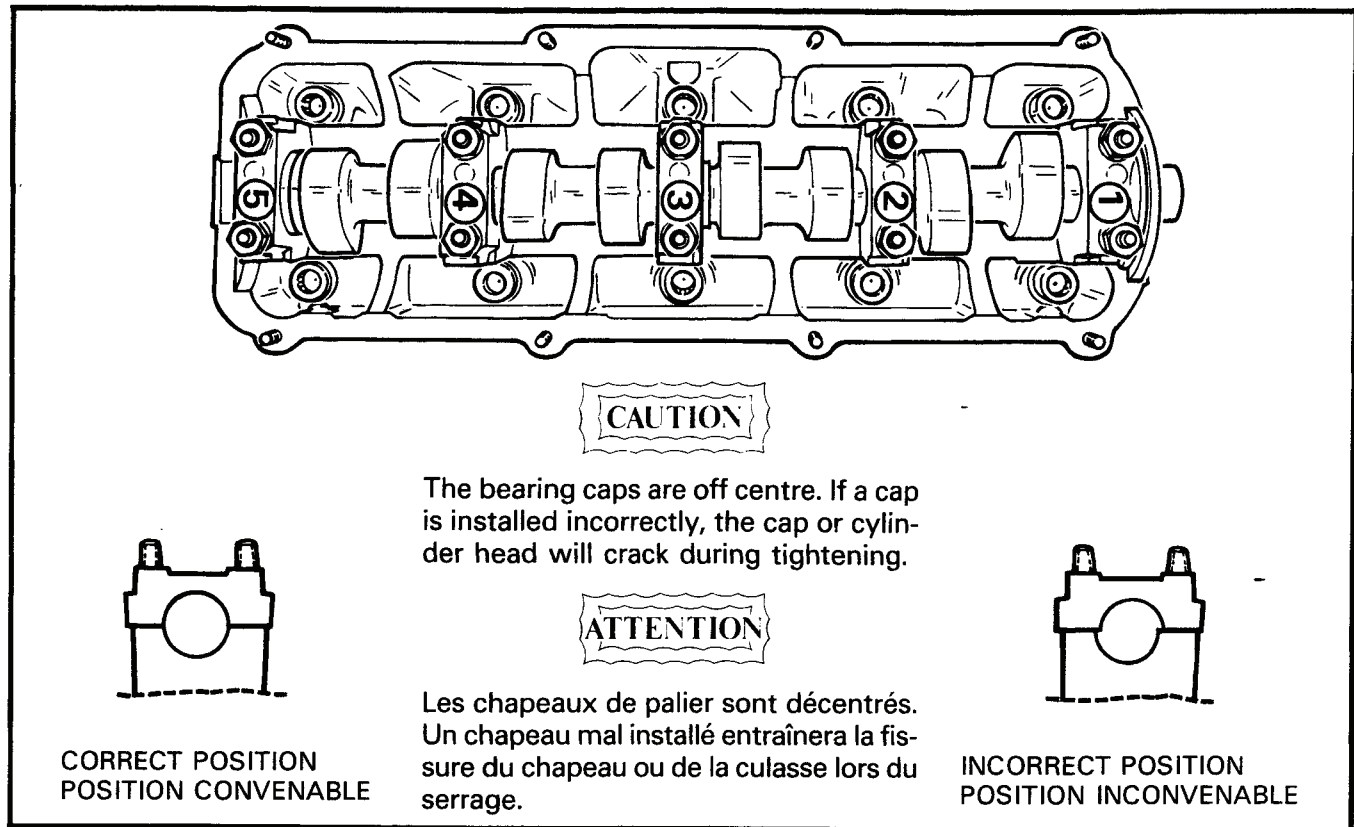
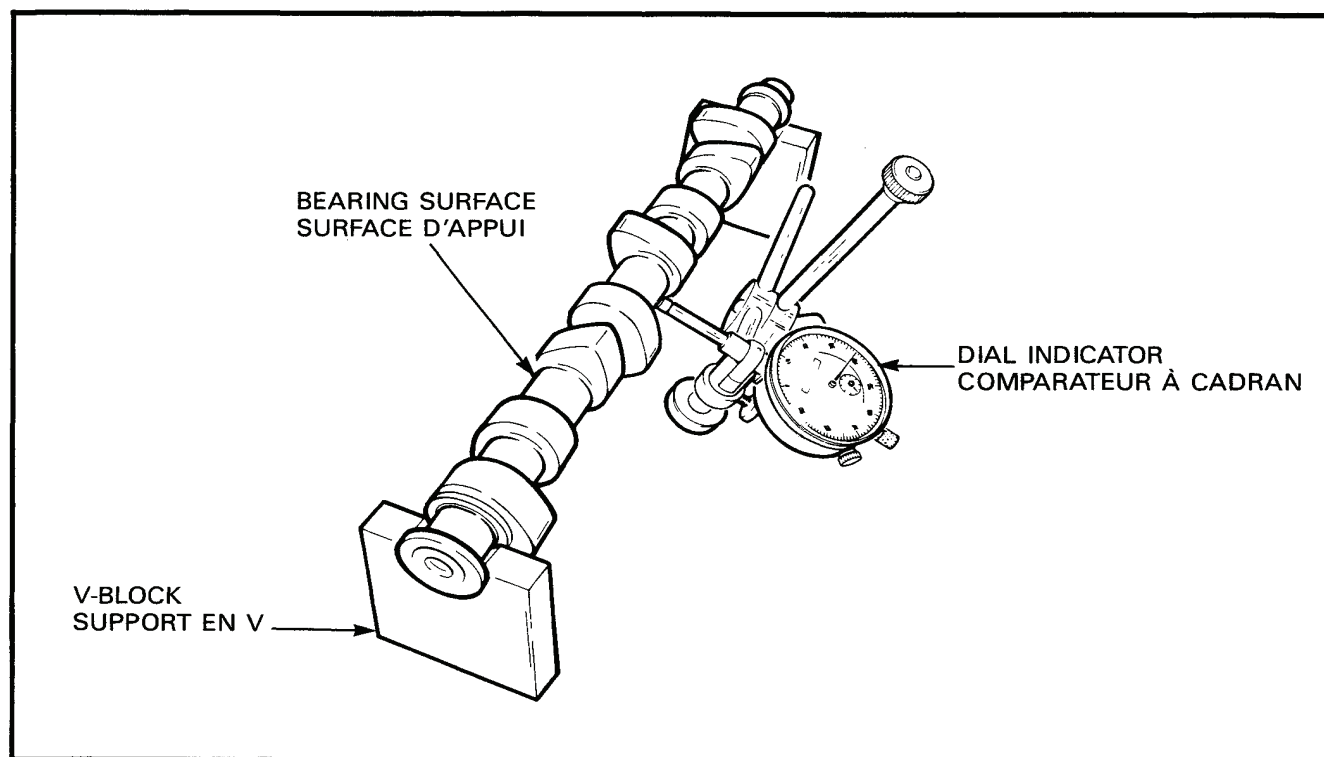
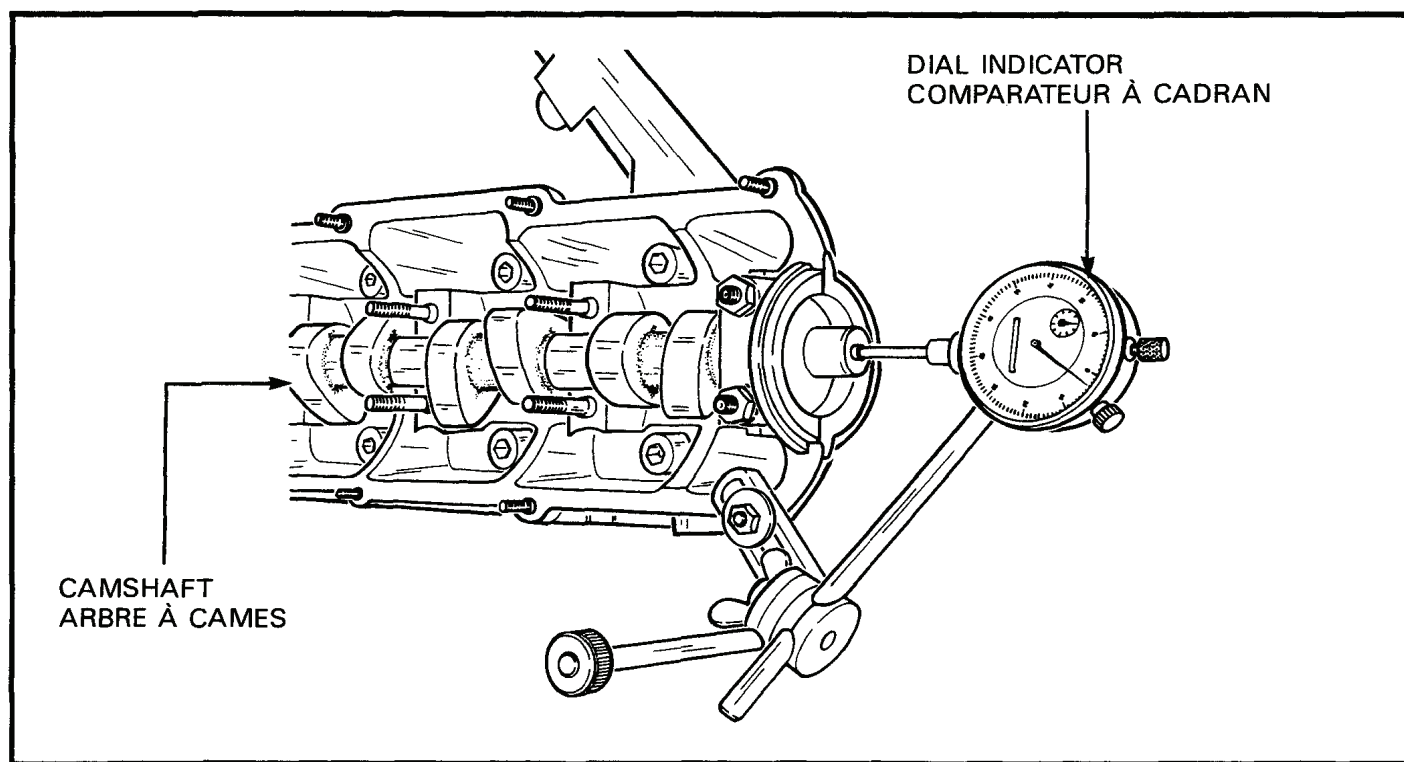

Figure 2-6-9 Camshaft Bearing Cap Installation
Figure 2-6-10 Measurement of Camshaft Run-Out
Figure 2-6-11 Measurement of Camshaft Axial Clearance
j. Remove the nuts and flat washers from camshaft bearing caps one, three and five and set the caps aside, in order, so that each bearing cap will be re-installed in the same place, see Figure 2-6-9.	j. Enlever les écrous et rondelles plates des chapeaux de palier un, trois et cinq de l'arbre à cames, et placer les chapeaux de côté de façon à pouvoir réinstaller ceux-ci au bon endroit, voir figure 2-6-9.
c. Place the camshaft bearing surfaces one and five on V-blocks or inverted bearing caps and, using a dial indicator, measure the run-out of the camshaft, see Figure 2-6-10. Replace the camshaft, if the run-out is greater than 0.01 mm. d. To measure the camshaft axial clearance, proceed as follows: (1) Remove the shims and bucket-type cam followers from the cylinder head and set aside, in order, so that each will be reinstalled in the same location. (2) Install the camshaft and bearing caps one and five and install washers and nuts. To ensure the bearing caps are correctly positioned, see Figure 2-6-9. (3) Tap either end of the camshaft so that all the clearance is at one end.	c. Placer les surfaces d'appui un et cinq de l'arbre à cames sur des supports en V ou sur les chapeaux de palier inversés, et au moyen d'un comparateur à cadran, mesurer la voilure de l'arbre à cames. Voir figure 2-6-10. Remplacer l'arbre à cames si la voilure excède 0.01 mm. d. Pour mesurer le jeu axial de l'arbre à cames, procéder comme suit: (1) Enlever les cales et les poussoirs creux de la culasse, et placer ceux-ci de côté dans l'ordre de façon à pouvoir les replacer au même endroit. (2) Installer l'arbre à cames et les chapeaux de palier un et cinq, et installer les rondelles et les écrous en s'assurant que les chapeaux de palier sont bien placés (voir figure 2-6-9). (3) Frapper légèrement sur une des extrémité de l'arbre à cames de façon à ce que tout le jeu se trouve d'un seul côté.
- (4) Place a dial indicator, set at zero, at the end of the camshaft with all the clearance and tap the opposite end of the camshaft, see Figure 2-6-11, to eliminate the clearance at the dial indicator end of the camshaft. If the axial clearance is greater than 0.15 mm, install a new camshaft and measure axial clearance. If the clearance is still unacceptable, replace the cylinder head.
- (1) Install the camshaft and place a small piece of 0.25 - 0.76 mm Plastigage on all five bearing surfaces.
- (2) Install the bearing caps, washers, and nuts in their correct positions, see Figure 2-6-9, and torque to 20 N•m (15 ft lb). Do not turn the camshaft.
- (3) Remove the bearing caps.
- (4) Placer un comparateur à cadran réglé à zéro à l'extrémité de l'arbre à cames où se trouve le jeu, et frapper légèrement sur l'autre bout de l'arbre, voir figure 2-6-11, pour éliminer le jeu au niveau du comparateur sur l'arbre. Si le jeu axial excède 0.15 mm, installer un nouvel arbre à cames et mesurer le jeu axial. Si le jeu est toujours excessif, remplacer la culasse.
- (1) Installer l'arbre à cames et placer une pièce de Plastigage de 0.25 - 0.76 mm sur la surface des cinq paliers.
- (2) Installer les chapeaux de palier, rondelles et écrous à l'endroit approprié, voir figure 2-6-9, et serrer à 20 N•m (15 pi lb). Ne pas tourner l'arbre à cames.
- (3) Enlever les cinq chapeaux de palier.
f. Install bearing caps two and four over the corresponding camshaft bearing surfaces. The bearing caps are offset. Ensure the bearing caps are correctly positioned, see Figure 2-6-9.	f. Installer les chapeaux de palier deux et quatre sur les surfaces d'appui correspondantes de l'arbre à cames. Les chapeaux de palier sont décalés. S'assurer que les chapeaux de palier sont bien placés, voir figure 2-6-9.